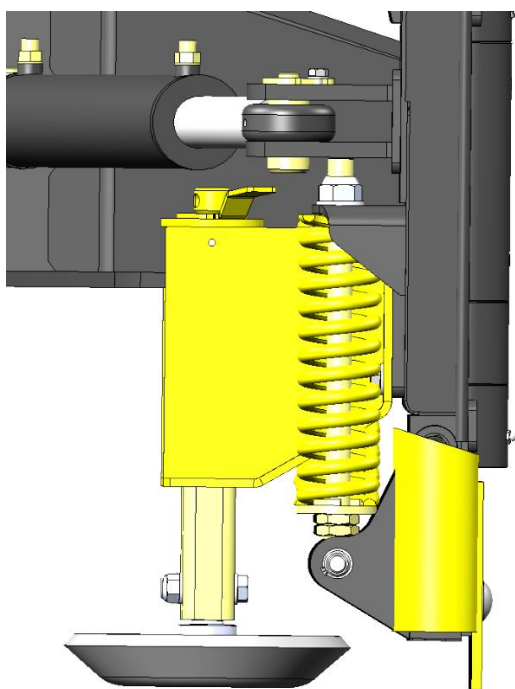

Bild 17. Skäret i normalläge
- I normalt arbetsläge (bild 17) tar skäret lätt fast även i hinder och ojämnheter på marken.